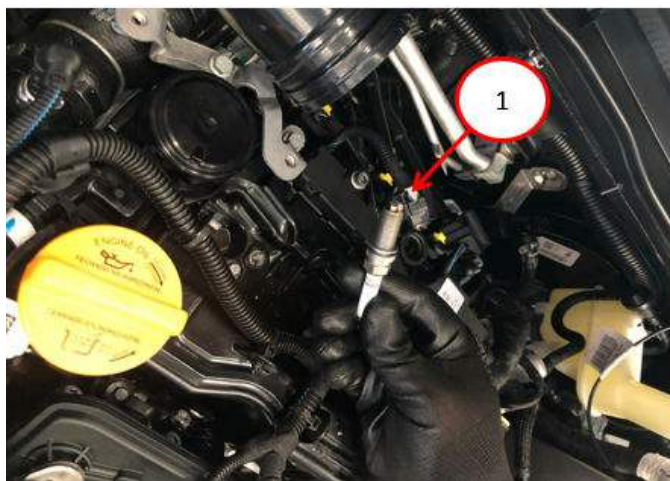

Fig. 1
1. Remove the spark plugs Fig. 1. Refer to the detailed service procedures available in DealerCONNECT/Service Library under: Service Info> 5510D10 – Velas de ignição – Remoção e Recolocação.